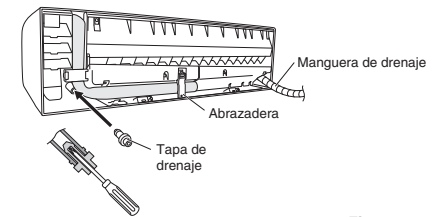

Fig. 3-100
- (d) Vuelva a fijar la manguera de drenaje al lado izquierdo y la tapa de drenaje en el lado derecho. (Fig. 3-100)
- (3) Instale la unidad interior en el panel posterior.
- (4) Conecte el tubo y el cableado en el interior desde el exterior.
- (5) Tras realizar una prueba de fugas, fije el grupo de tubos con cinta blindada y guárdelo en el interior de la zona de almacenamiento de tubos ubicada en la parte posterior de la unidad interior y fíjelo con abrazaderas. (Figs. 3-100 y 3-102)